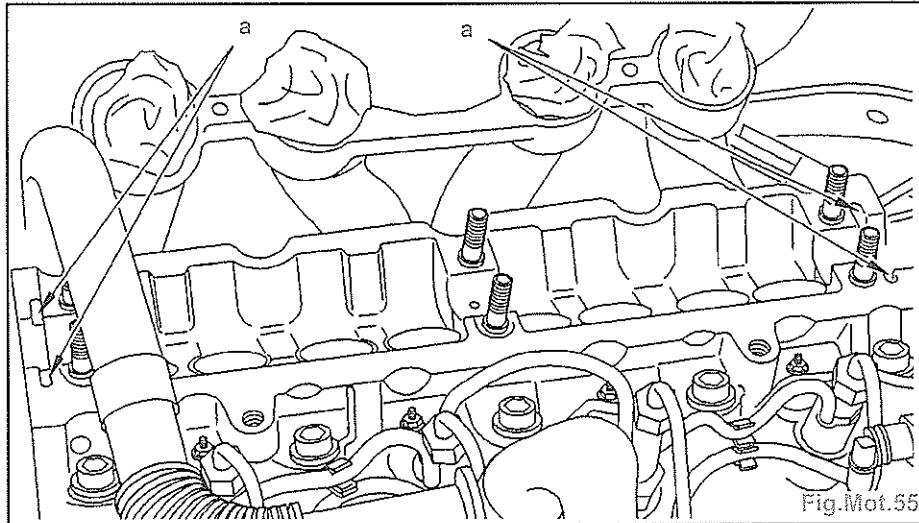
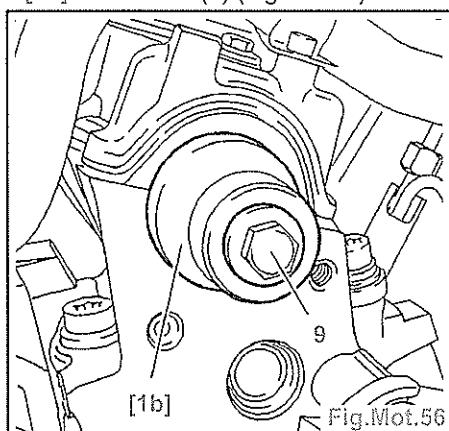

Fig.Mot.55
Fig.Mot.56
- Déposer une fine couche de produit d'étanchéité E7 en «a» (Fig.Mot.55).
- le couvre-culasse inférieur (12),
- le couvre-culasse supérieur (13) (avec déshuilier intégré).
- Accoupler la durit (11).
- Reposer un joint neuf à l'aide de l'outil [1b] et de la vis (9) (Fig.Mot.56).